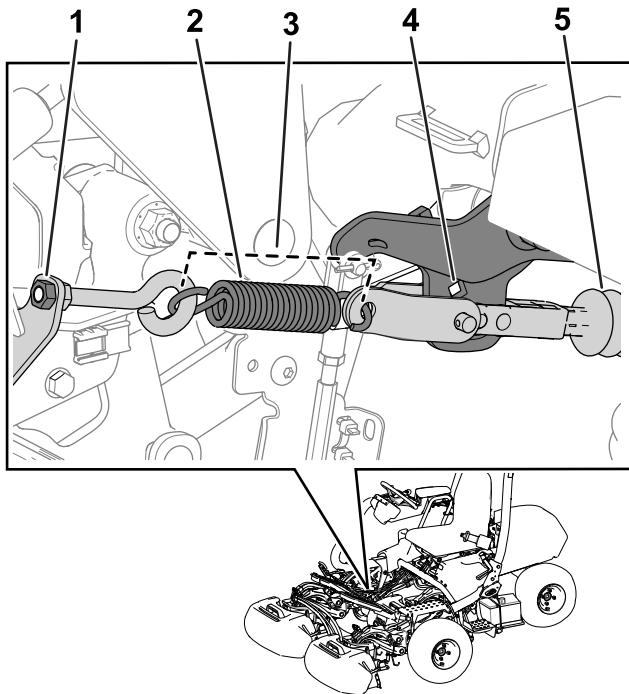

Figure 32
Remarque: Voir la Figure 32 pour cette procédure.
5. Détendez le ressort en desserrant l'écrou qui fixe le le boulon à œil au support du ressort (Figure 32).
3. Montez le ressort comme montré à la Figure 32.
4. Serrez l'écrou du boulon à œil de sorte que le ressort mesure 11,4 cm une fois en place (Figure 32).